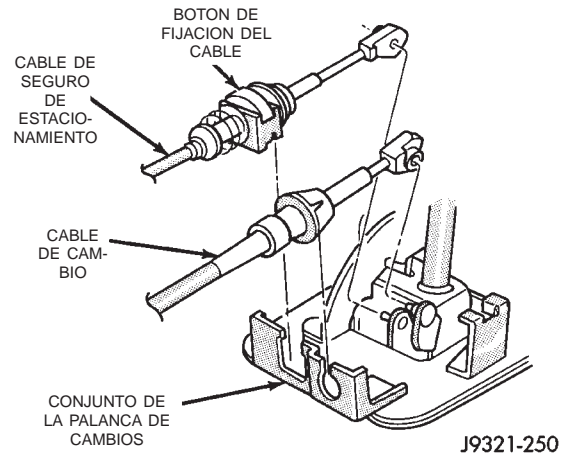

Fig. 176 Fijación del cable de seguro de estacionamiento
(1) Coloque la transmisión en la posición PARK.
(2) Retire los tornillos del marco de la palanca de cambios y la consola. Levante el marco y la consola para poder acceder al cable.
(3) Tire del botón de fijación del cable hacia arriba a fin de liberar el cable (Fig. 176).
(4) Gire el interruptor de encendido a la posición LOCK.
(5) Utilice un separador para crear un espacio de un milímetro entre el trinquete del cambiador y la parte superior de la compuerta del cambio.
(6) Tire del cable hacia adelante. Luego libere el cable y presione el botón de fijación hasta que encaje en su lugar.
(7) Verifique el ajuste de la siguiente manera: